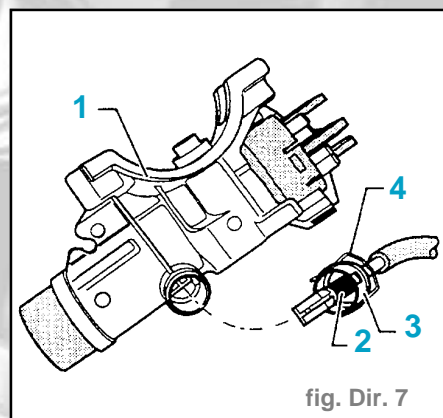

fig. Dir. 7
- Enfoncer le câble de blocage (2) dans le boîtier d'antivol de direction (1) (fig. Dir. 7).
- Enfiler le câble de blocage sur le boîtier d'antivol de direction (1) jusqu'à ce que l'étrier métallique (4) s'encliquette.